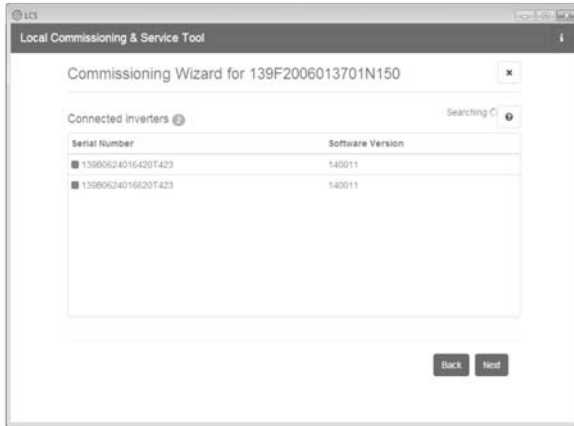

Figure 5.5 LCS-Tool - Liste des onduleurs connectés
6. Une liste des onduleurs identifiés par le SMA Inverter Manager sélectionné apparaît. Voir figure 5.5.